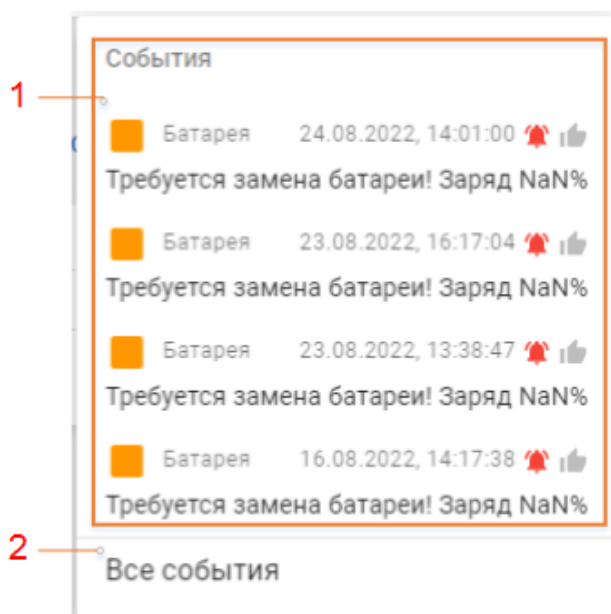

Рисунок 26 — Вид панели оповещений.
- 3 При нажатии на информер раскрывается панель оповещений (рисунок 26). После просмотра оповещений о событиях если на пульте присутствуют активные события информер подсвечивается: